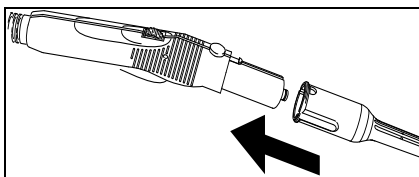

Fig. 6
- Tilslut det nødvendige tilbehør (D1,E1, F1) til damp pistolen (C1). Sæt tilbehørets åbne ende på damp pistolen (C1) og skub det ind på damp pistolen, så damp pistolen's åbneknop (C2) falder i hak. (se fig. 6).